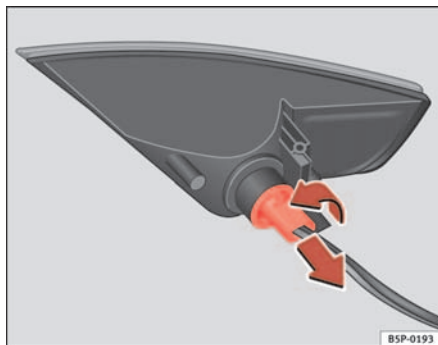

Abb. 193 Leuchte nach Ausbau aus dem Stoßfänger
- Die Lampenfassung nach links drehen und in Pfeilrichtung abnehmen ⇒ Abb. 193.